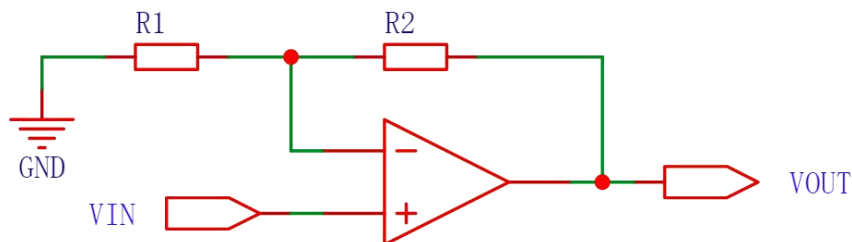

图 18: 同相放大器
**同相放大器** (Noninverting Amplifier) 是输出电压与输入电压成正相关的运算放大电路，也很常用，如图 18 所示。请计算同相放大器输出电压  $V_{out}$  与输入电压  $V_{in}$  的关系。